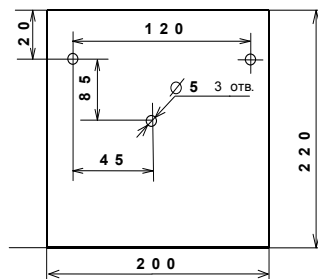

Рисунок 2
2.2.2 Закрепить РИП на стене в удобном месте. Габаритно-установочные размеры указаны на рис. 2.